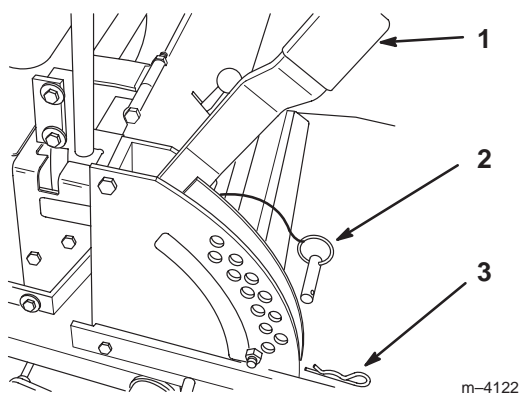

Figure 20
1. Relevez le levier de sélection de hauteur de coupe en position de transport (qui correspond aussi à la hauteur de coupe de 114 mm [4-1/2"]) (Fig. 20).
2. Pour changer de hauteur de coupe, retirez la goupille fendue et l'axe de chape du support de hauteur de coupe (Fig. 20).
3. Placez l'axe de chape dans le trou du support correspondant à la hauteur de coupe voulue (Fig. 20).
4. Fixez l'axe de chape avec la goupille fendue (Fig. 20).